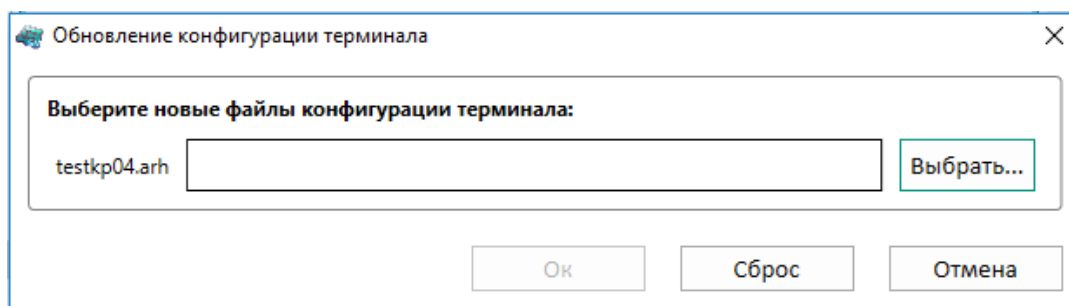

Рисунок 14
**Обновить конфигурацию в устройстве....** При выборе этого пункта отображается диалоговое окно (рисунок 14), в котором необходимо указать путь к файлу конфигурации **xxxx.arh**. Имя загружаемого файла конфигурации должно совпадать с именем файла конфигурации на устройстве. Если конфигурация содержит некорректные версии, то будет выведено сообщение об ошибке.